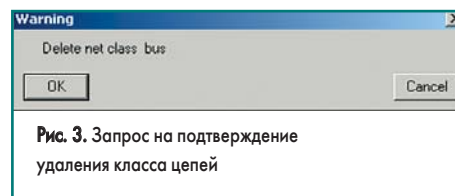

Рис. 3. Запрос на подтверждение удаления класса цепей
13. Нажмем кнопку **Apply**. Система выдаст запрос на подтверждение удаления класса цепей (рис. 3).